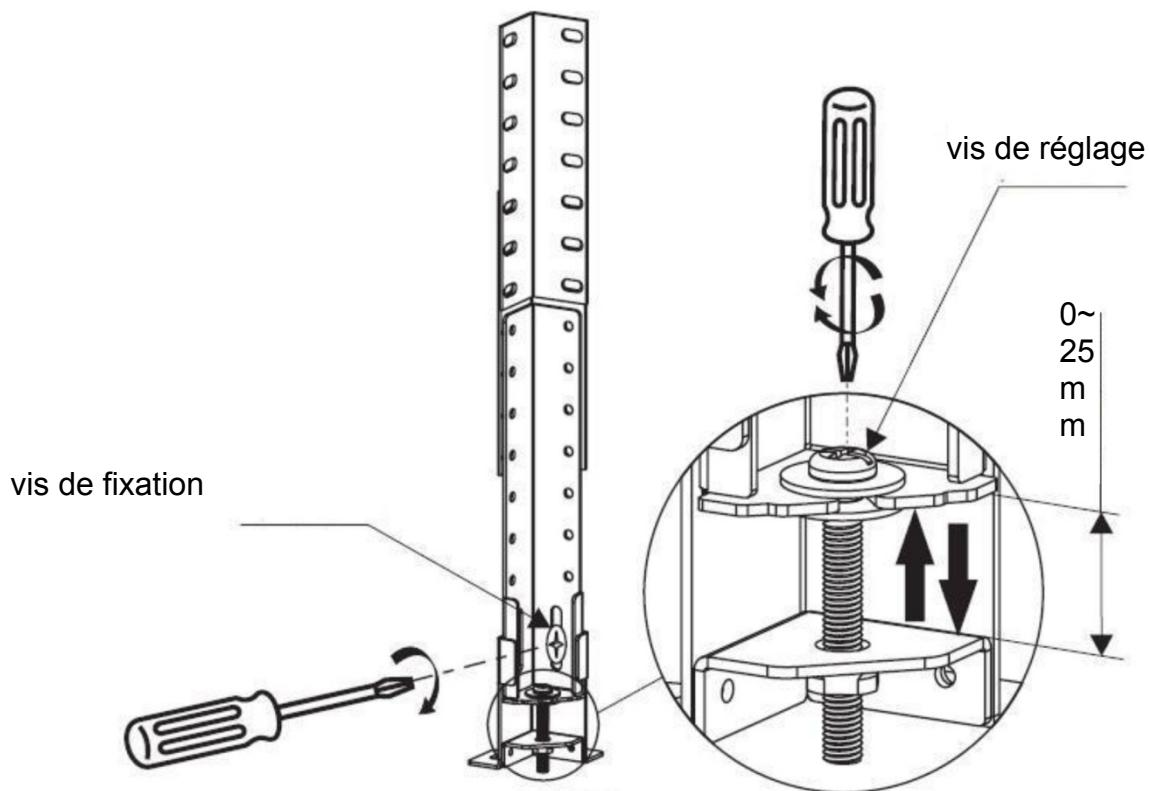

Fig. 14
7. Lorsque le corps principal de la hotte aspirante est fixé sur la plaque suspendue, si vous voulez mettre en position horizontale le corps de la hotte aspirante et régler la hauteur voulue, vous pouvez utiliser un tournevis plat ou en croix pour régler la vis sur l'angle flexible. La fig. 14 illustre la méthode de réglage détaillée, réglez la vis sur chaque angle flexible en faisant tourner en sens horaire le tournevis, le corps de la hotte aspirante montera vers la plaque suspendue. Lorsque réglez la vis sur chaque angle flexible en faisant tourner en sens antihoraire le tournevis, le corps de la hotte aspirante se descendra vers le sol. Le corps de la hotte aspirante en position horizontale et la hauteur exigée sont bien fixées. Avec le tournevis en croix serrez la vis de fixation sur l'angle flexible.